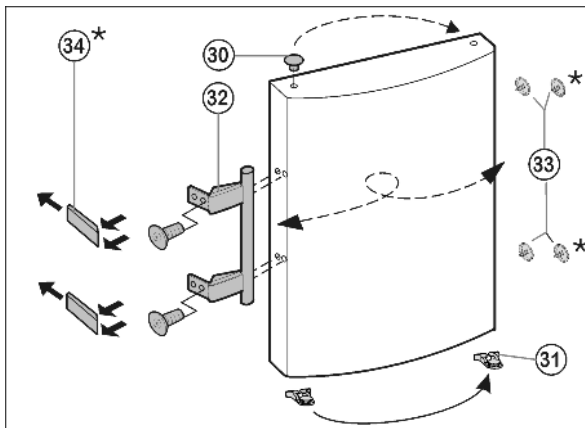

Fig. 8
- ▶ Enlever le bouchon Fig. 8 (33) du coussinet de la porte et le mettre de l'autre côté.
- ▶ Démonter la poignée de porte Fig. 8 (32), le bouchon Fig. 8 (33) et les plaques d'appui Fig. 8 (34) puis les repositionner sur le côté opposé.